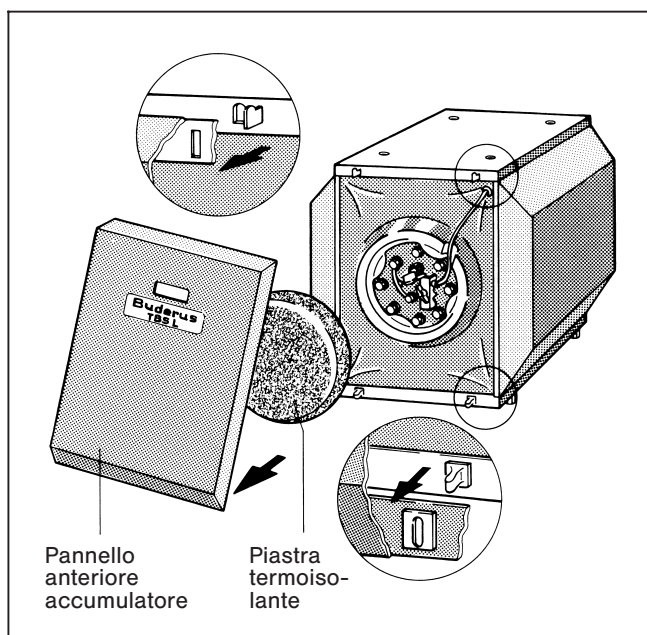

Fig. 5
- Tirare in avanti il pannello anteriore dell'accumulatore nella parte inferiore e toglierlo sopra dai ganci del corpo dell'accumulatore (Fig. 5).
- Estrarre il pannello anteriore dell'accumulatore e togliere la piastra termoisolante in schiuma morbida (Fig. 5).